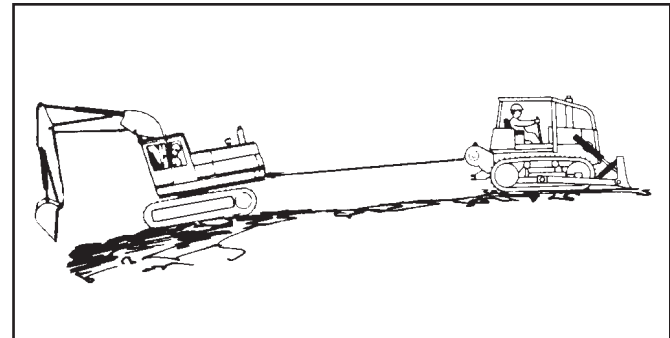

Abb. 8 – Bewegen eines liegen gebliebenen Fahrzeugs (Schritt B)
B. Ein mit einer Winde ausgerüsteter Traktor oder Schlepper kann ein anderes Fahrzeug aus Schlamm oder anderen rutschigen Flächen herausziehen, aus denen es mit den Antriebsrädern oder Raupenketten allein nicht herausgekommen wäre (siehe Abb. 8). Dabei wird folgendes Verfahren angewandt: